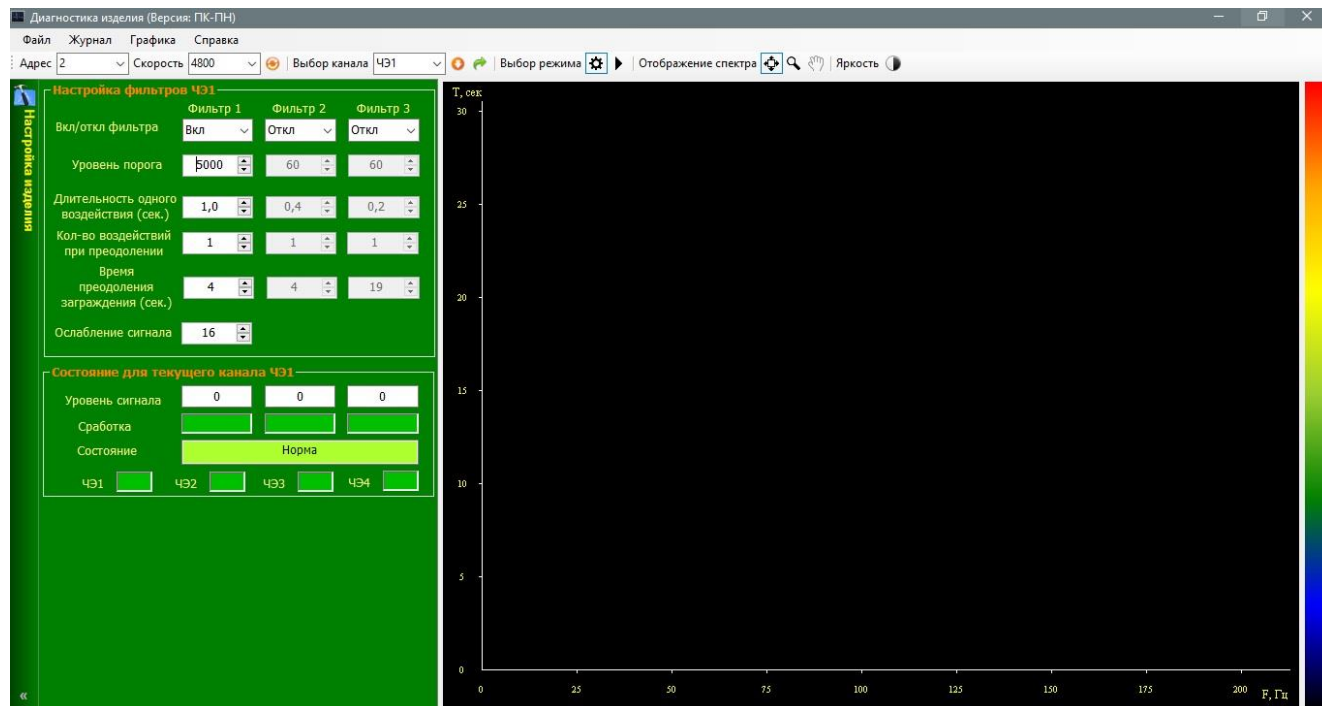

Рисунок 11 – Окно «Настройки» программы.
2.4.1.5 Запустить программу «Настройка изделия» с рабочего стола ПКН. При первом запуске программы настройки может появиться демонстрационная картинка. Перезапустите программу. При неправильном подключении, неисправности БО, отсутствии связи между устройствами, или отсутствии питания БО вместо программы «Настройка изделия» запустится только демонстрационная страница программы. При успешном запуске программы появится окно «Настройка изделия» (см. рисунок 11).